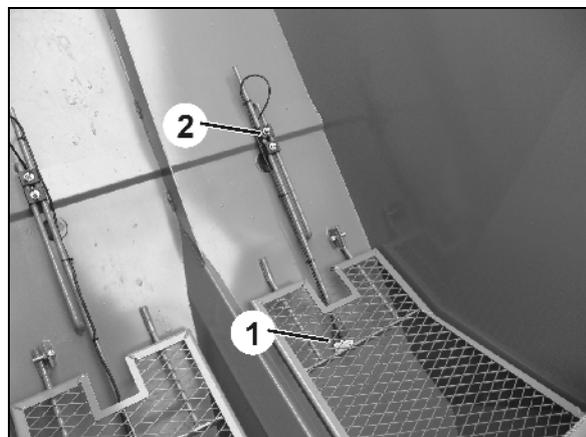

Fig. 61
3. Desserrez l'écrou à ailettes (Fig. 61 / 2).
4. Réglez la hauteur du capteur de niveau de remplissage (Fig. 61 / 1) en fonction du reliquat de semence souhaité.